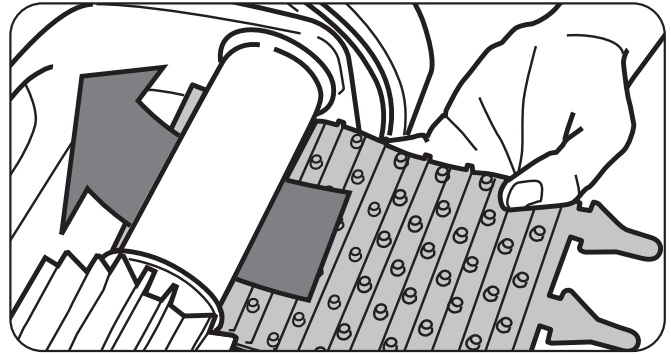

Figura 20. Posicionar el nuevo cepillo en el rodillo
2. Posicione el nuevo cepillo debajo del rodillo con las puntas hacia abajo (Figura 20).